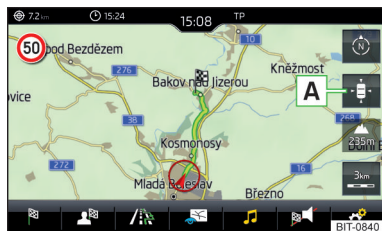

Fig. 171
► Para el **centrado del mapa**, pulsar la superficie funcional  **A** » fig. 171.